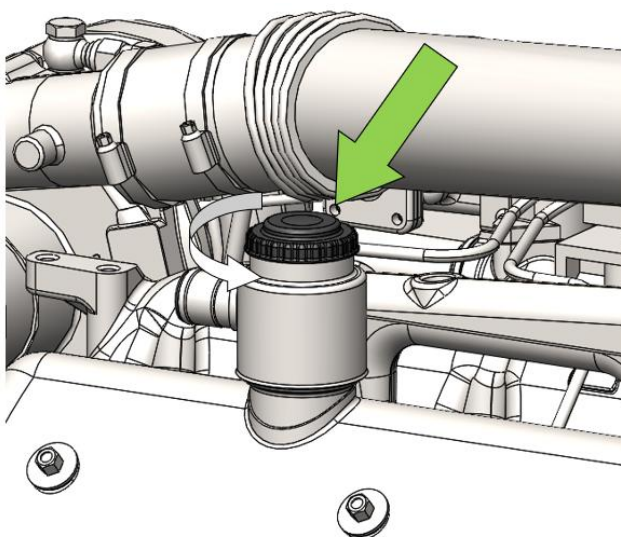

Рисунок 5.9. Крышка маслоналивной горловины
- Открыть крышку маслоналивной горловины (рис. 5.9), в направлении, указанном стрелкой.